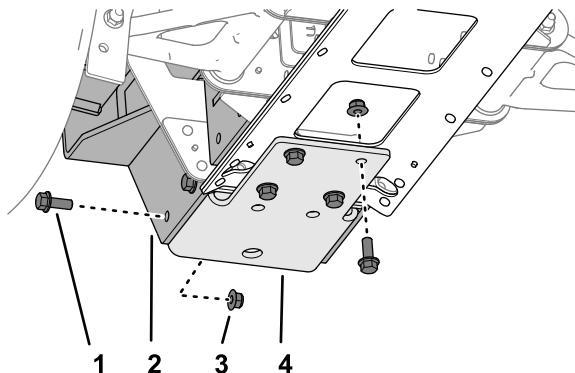

Figure 52
1. Fixez légèrement le support inférieur, le support du ramasse-balles et le profilé central à l'aide de 8 boulons à embase (3/8" x 1") et 8 contre-écrous à embase (3/8"), comme montré à la Figure 52.